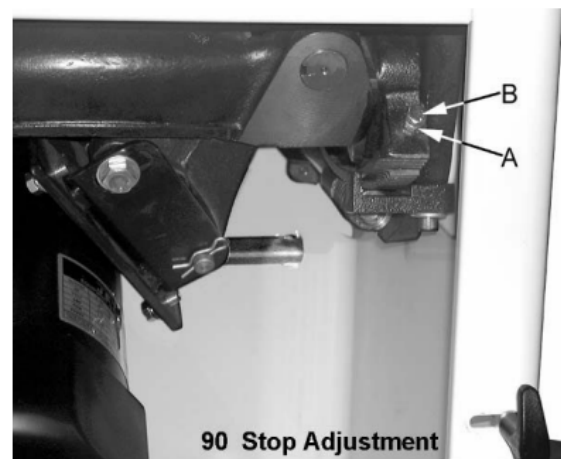

Рис. 18
5. Если пильный диск не под углом 90° , откройте крышку двигателя, ослабьте контргайку (А см. рис. 18) и поверните стопорный винт регулировки (В, рис. 18) на передней цапфе во внутрь или наружу. Регулировочный винт следует прекратить вращать на переднем кронштейне цапфы, когда пильный диск находится в 90° к столу.
6. Затяните контргайку (А см. рис. 18).